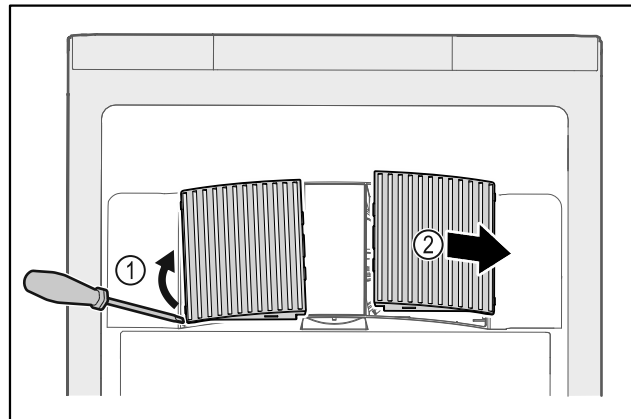

Fig. 58
- ▶ Lirk ut ventilatordekslene fra siden Fig. 58 (1), og ta dem ut forover Fig. 58 (2).